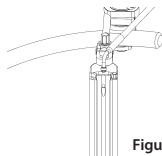

Figura 18
- Inserte suavemente los extremos bifurcados en los orificios ubicados en la parte superior de las **cuchillas retractoras**. (Figura 18)